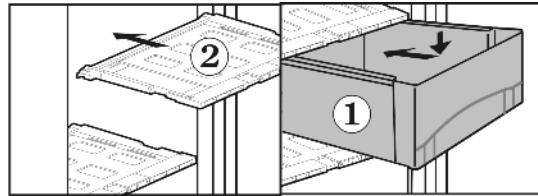

Fig. 12
- ▶ Установите крышки выдвижного ящика Fig. 12 (2): попечные ребра крышки выдвижного ящика вставьте снизу в задние направляющие, защелкните спереди фиксатор в направляющей.
- ▶ Выдвижные ящики Fig. 12 (1) установите на направляющие и вдвиньте полностью до ясно слышимого защелкивания.